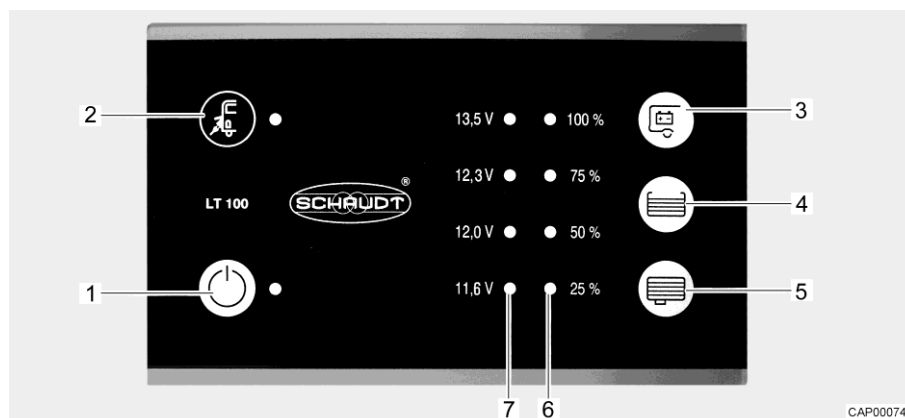

Fig. 45 Panneau de contrôle (LT 100)
La DEL jaune près du symbole de raccordement électrique "⚡" (Fig. 45,2) est allumée quand le véhicule est raccordé à une tension réseau externe. La DEL reste allumée quand le panneau de contrôle est éteint.
L'interrupteur principal 12 V (Fig. 45,1) établit ou coupe le panneau de contrôle et l'alimentation 12 V de la cellule.
- Appuyer sur l'interrupteur "⏻" (Fig. 45,1) : L'alimentation 12 V de la cellule est assurée. La DEL s'allume en vert.
- Appuyer de nouveau sur l'interrupteur "⏻" (Fig. 45,1) : L'alimentation 12 V de la cellule est coupée. La DEL s'éteint.
L'échelle DEL (Fig. 45,7) indique la tension de la batterie de cellule comme suit :
- Appuyer sur la touche "  " (Fig. 45,3) : La tension de la batterie de cellule est affichée.
L'échelle DEL (Fig. 45,6) indique le niveau de remplissage du réservoir d'eau fraîche ou de celui d'eaux usées.
Appuyer sur la touche "☰" (Fig. 45,4) : Le niveau de remplissage du réservoir d'eau fraîche est indiqué par les DEL allumées.
Appuyer sur la touche "☷" (Fig. 45,5) : Le niveau de remplissage du réservoir d'eaux usées est indiqué par les DEL allumées.